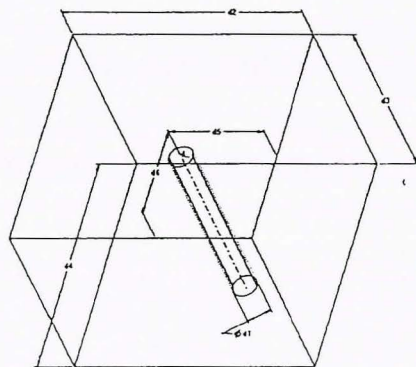

Figure 23-2
4. Notez la cote symbolique qui situe le trou par rapport à l'avant du bloc. La Figure 23-2 identifie cette cote par «d6». Notez également la cote symbolique de la profondeur de la pièce, identifiée à la Figure 23-2 par «d4».